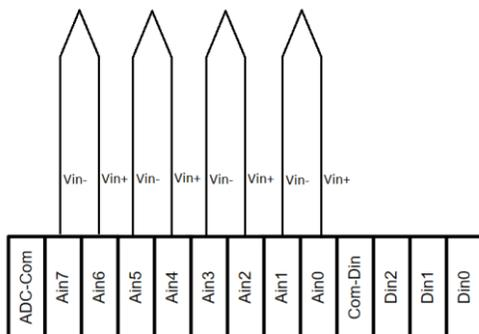

Рис. 2 – Пример подключения 4 каналов TI
2. С термопарами типа J с возможным 4 каналов (канал 0 использует входы Ain0 – Ain1, канал 1 – входы Ain2 – Ain3, канал 2 – входы Ain4 - Ain5, канал 3 – входы Ain6 – Ain7), на рис. 2 представлено подключение 4 каналов ТТ.